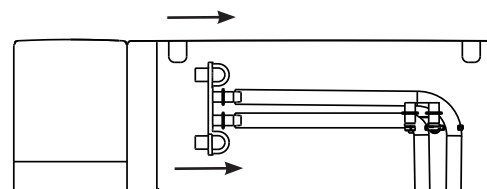

Figura 11
16. Reemplace las tuberías de desagüe en la parte trasera. Consulte la figura 11.